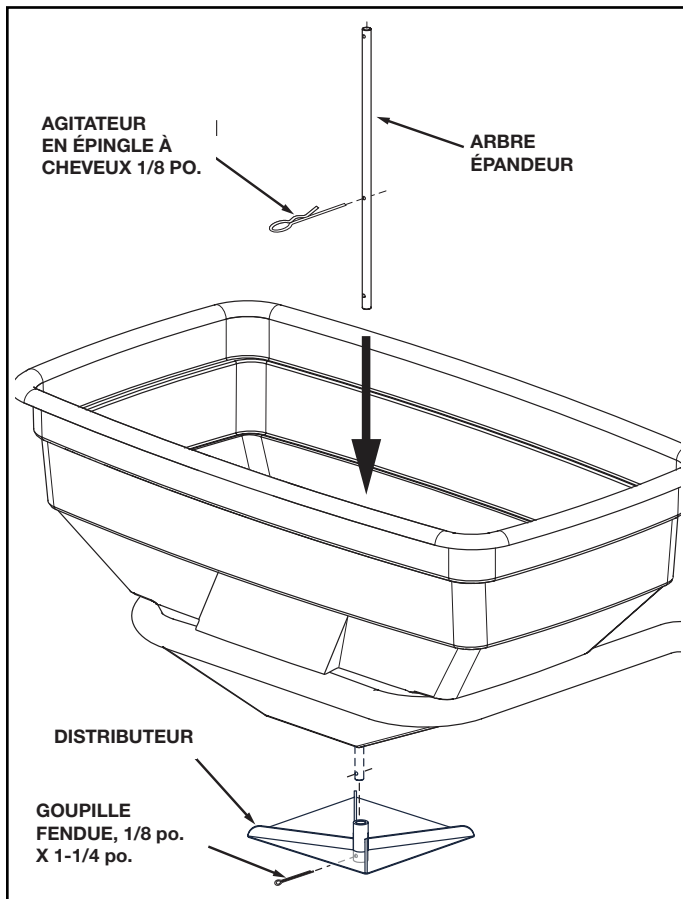

FIGURE 9
11. Insérer l'agitateur en épingle à cheveux de 1/8 po. dans le trou du milieu de l'axe de l'épandeur. Voir la figure 9.
12. Faire glisser l'extrémité de l'axe de l'épandeur à travers l'embout en plastique au fond de la trémie. Voir la figure 9.
13. Faire glisser la roue sur l'axe de l'épandeur et la fixer avec une goupille fendue de 1/8 po. x 1-1/4 po. Voir la figure 9.